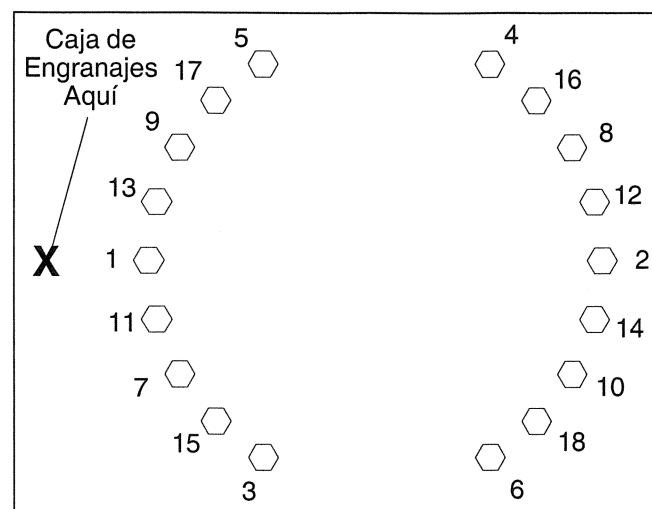

Figura 4.19 — Patrón de los Tornillos de la Tornamesa
6. Haga los pasos 1 a 5 del lado de la tornamesa (anillo interno) del rodamiento de rotación (ver Figura 4.19).